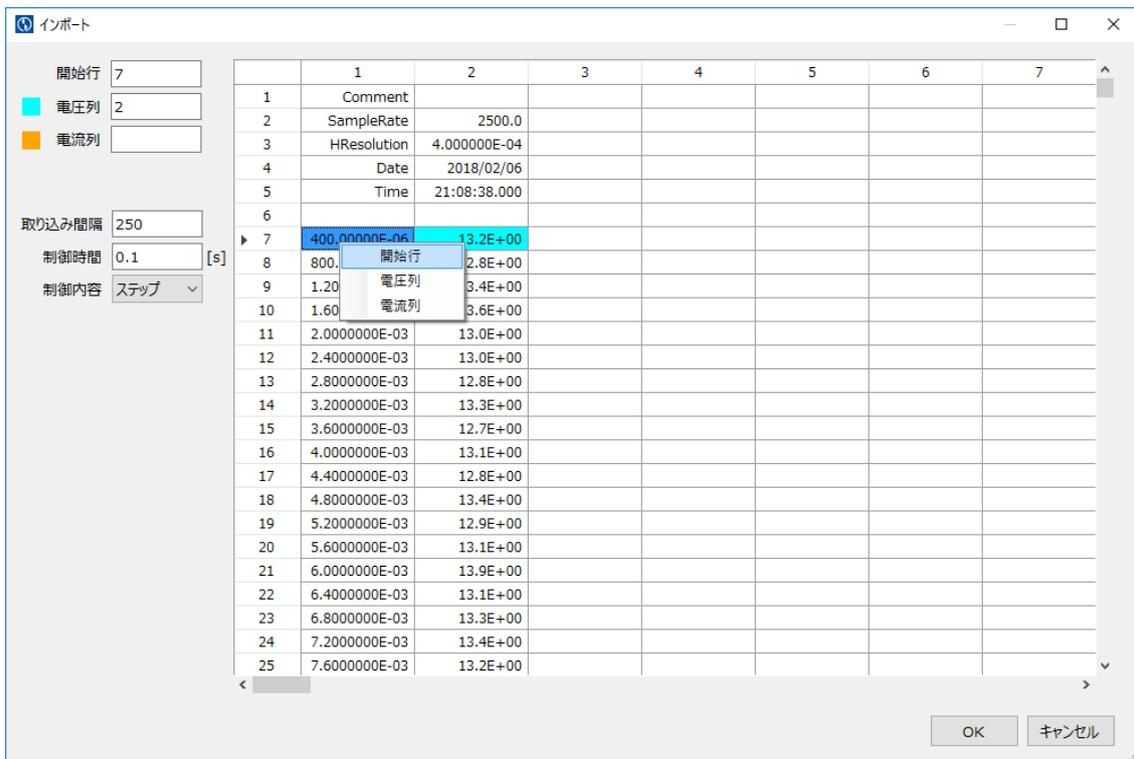

図 8-10 インポート画面
ファイルの選択後、インポート画面が表示されます。(図 8-10)
例) 図 8-10 の測定データより、①、②の方法で取り込み間隔を算出します。
①サンプリングレート (1 秒あたりのサンプル数) から算出